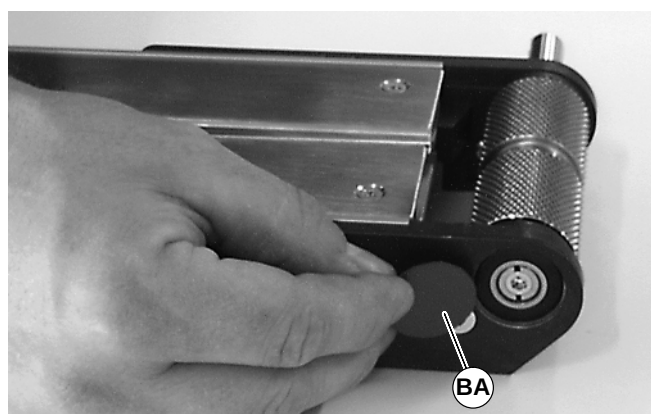

Abbildung 43
5. Lagerabdeckungen (BA siehe Abbildung 43) installieren.